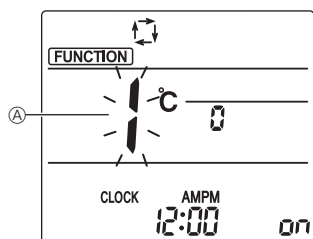

Fig. 5-10
Отобразится экран настройки Function (Настройка функций) и будет мигать числовое значение функции Ⓐ. (Fig. 5-10)
- Номер функции Ⓐ начнет мигать. (Fig. 5-10)